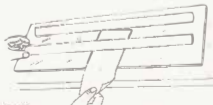
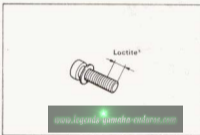

Bild 182
Bild 183
- Gabelstandrohre dürfen nicht verbogen sein. Prüfung lt. Bild 182.
- Gabelstandrohr nahezu waagrecht halten, Dämpferkolben (10) mit aufgesteckter Anschlagfeder (13) und aufgezogenem Kolbenring (12) mit schlankem Teil voran von oben in Gabelstandrohr einführen und so weit durchschieben bis der schlanke Teil unten aus dem Gabelstandrohr austritt. Ganz ausziehen, bis Anschlagfeder anschiebt.
- Konische Hülse (15) mit dem Konus nach oben auf schlanken Teil des Dämpferkolbens aufsetzen.
- Ist untere Gleitbuchse (14) am Gabelstandrohr angebracht?
- Gabelgleitrohr über Standrohr schieben, bis konische Hülse (15) Boden des Gleitrohrs berührt.
- Schraube (16) mit Kupferdichtung (wie in Bild 183 gezeigt) mit Loctite gesichert ansetzen und festziehen (20 Nm). Wenn erforderlich Gegenhalter lt. Bild 58. 14 benutzen.